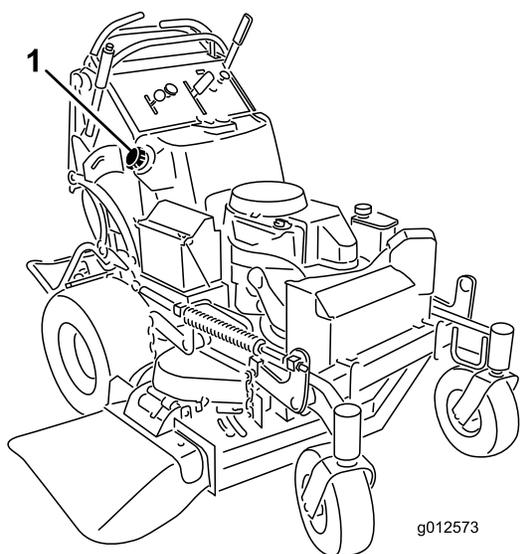

図 51
5. サイホン・ポンプを使って燃料タンクからガソリンを抜き出す (図 51)。